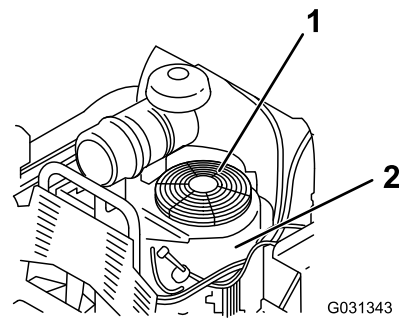

図 64
3. 吸気スクリーンとファンハウジングを取り外す 図 64。
5. 吸気スクリーンとファンハウジングを取り付ける 図 64。